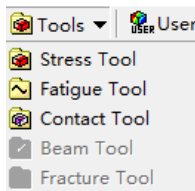

图 26-32 添加应力工具
8) 选择 Solution 工具栏中的“Tools”→“Stress Tool”，如图 26-32 所示，此时在树结构图中将出现“Stress Tool”对象。